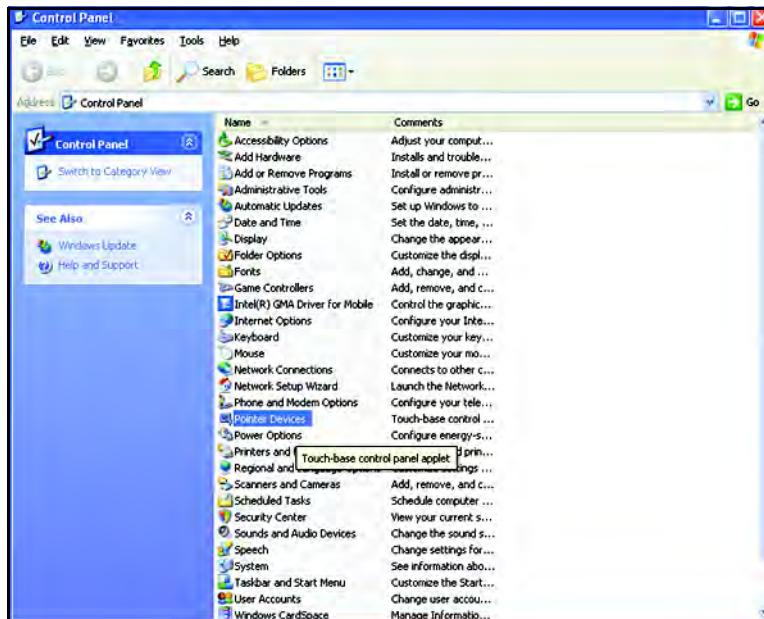

Рис. 123: Панель управления со значком указателей
1. Запустите USM Vision+ в качестве *Администратора*. С Панели управления (*Control Panel*) USM Vision+ запустите прикладную программу контактной панели управления, дважды щелкнув значок *Pointer Devices* (*Указатели*), как показано на Рис. 123 ниже.